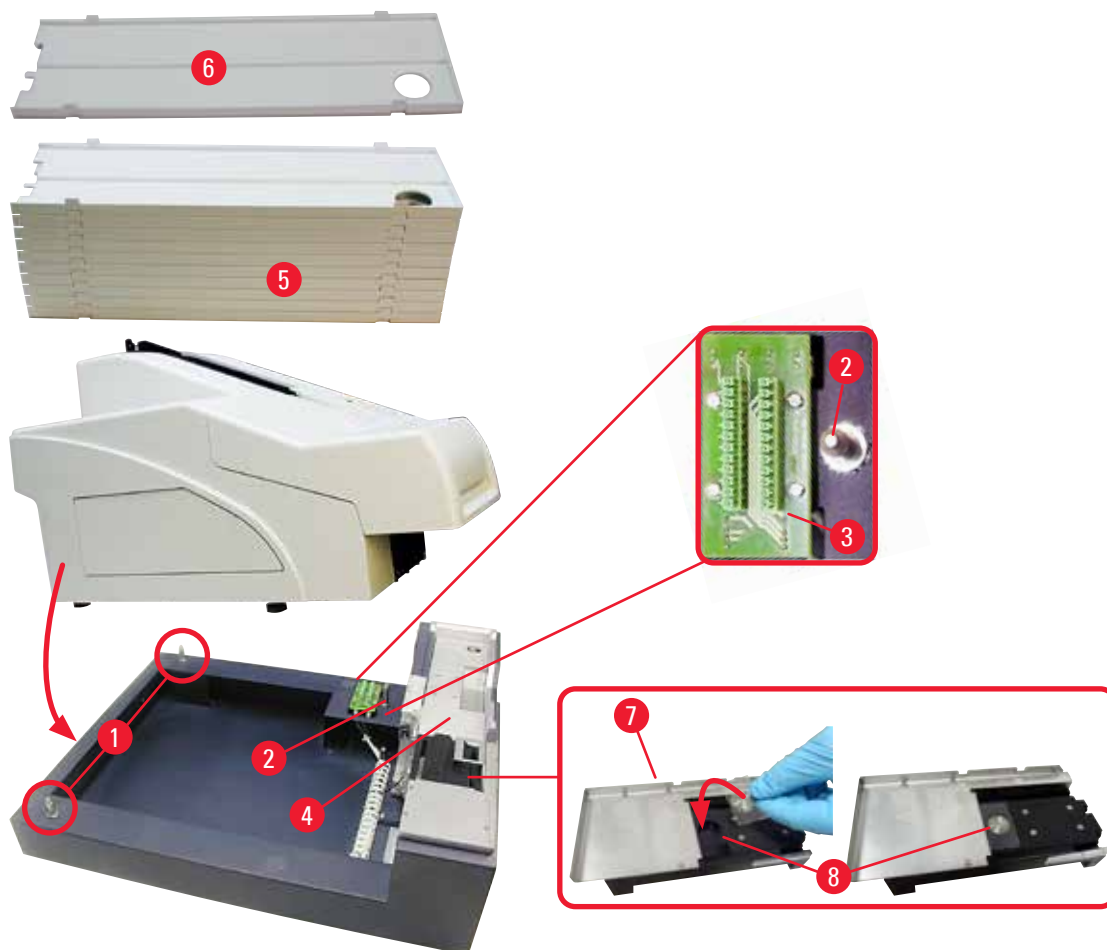

Fig. 12
4. Sujete la impresora por ambos lados (derecho e izquierdo) y colóquela de manera que los dos tornillos traseros (→ "Fig. 12-1") se ajusten primero en la placa base, como se muestra en (→ "Fig. 12").